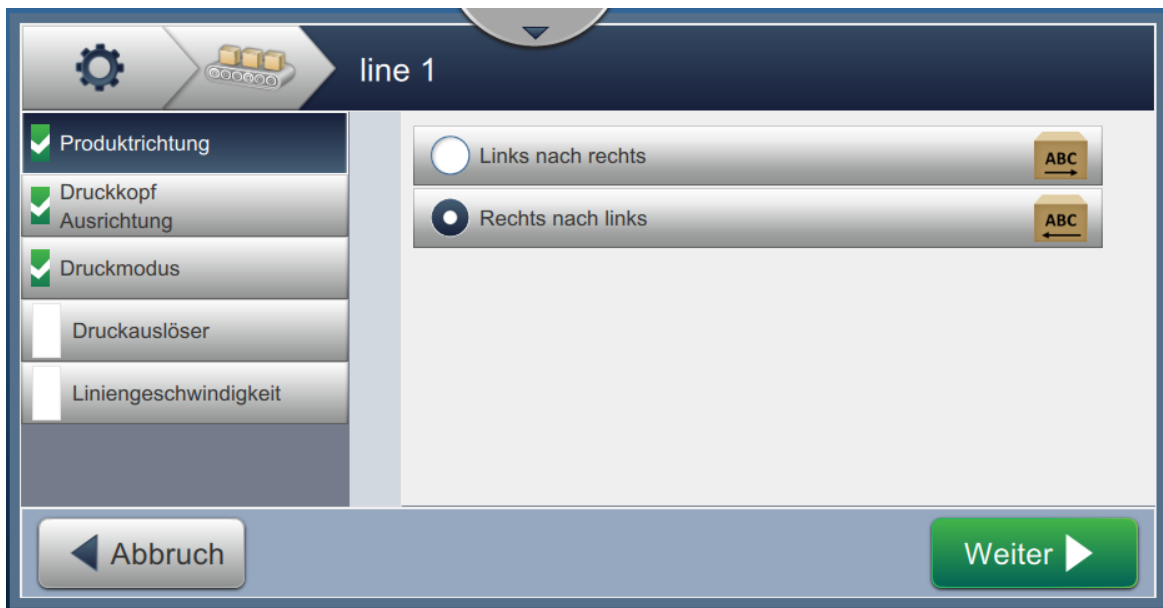

Abbildung 6-27: Einstellungen für die Linieneinrichtung
4. Um die Linieneinrichtung zu konfigurieren, befolgen Sie die Schritte, um die Einstellungen schrittweise nacheinander durchzugehen und die gewünschte Option auszuwählen, wie dargestellt in Abbildung 6-27.
1. Berühren Sie die Option *Produktrichtung* auf dem Bildschirm für die Einstellungen zur Linieneinrichtung, wie dargestellt in Abbildung 6-27.